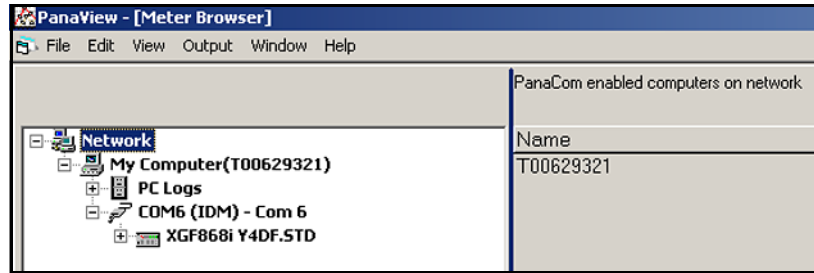

Figura 17: Ventana Text Display
2. Utilice el menú **Window** (Ventana) como se describe en el Manual del usuario de PanaView para organizar las ventanas abiertas en el formato deseado. La Figura 17 muestra la ventana **Text Display** a pantalla completa.
5. Antes de poder visualizar datos reales en el panel de texto, active uno de los siguientes modos de recopilación de datos (consulte la Figura 17 en la página 54):